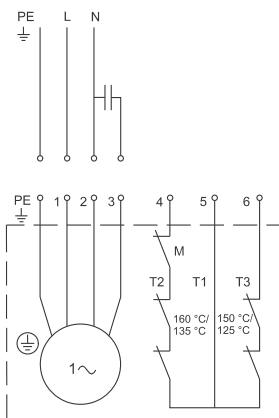

Fig. 2 Esquema de ligação para bombas monofásicas
Consulte a fig. 2 em *Anexo*.
Consulte a fig. 2 ou 3 e as instruções de instalação e funcionamento da unidade de controlo ou controlador de bomba selecionados.
Se o sentido de rotação estiver incorreto, troque duas fases do cabo de alimentação. Consulte a fig. 2 ou 3.
4. Se o sentido de rotação estiver incorreto, troque duas fases do cabo de alimentação. Consulte a fig. 2 ou 3.